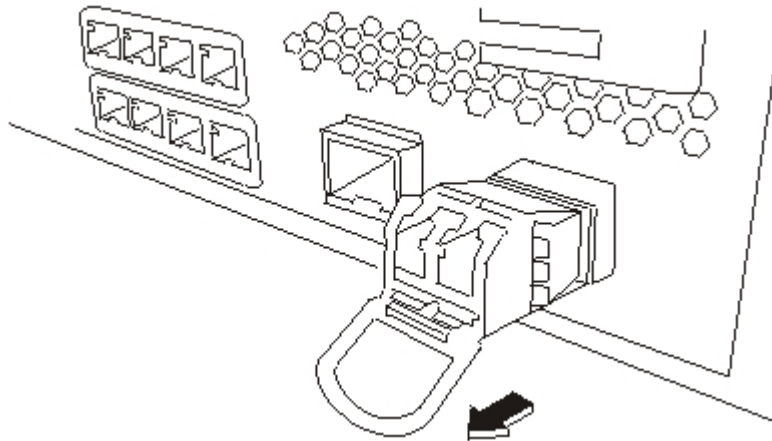

Figura 28. Eliminar el receptor/transmisor SFP
3. Tire hacia abajo del mecanismo de cierre azul situado en la parte frontal del transmisor/receptor, como se muestra en la Figura 28.